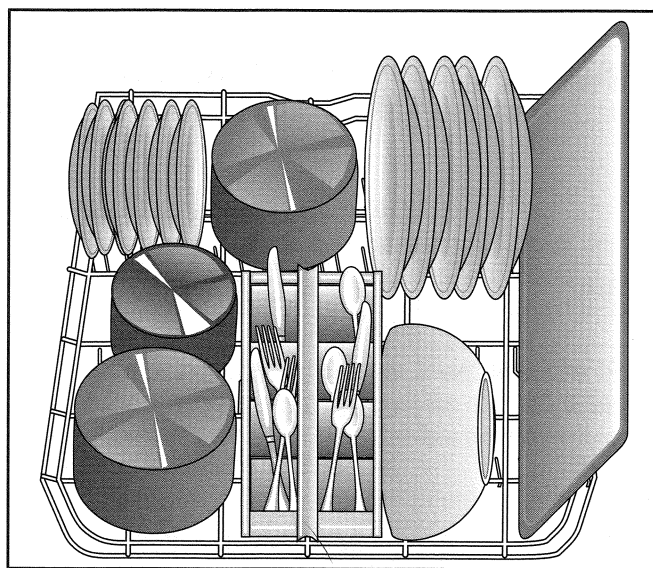

Figure 4
- Les gros articles et/ou très sales devraient être placés dans le panier inférieur. Les poêles et les casseroles très sales doivent être placées à l'envers. Voir figure 4.